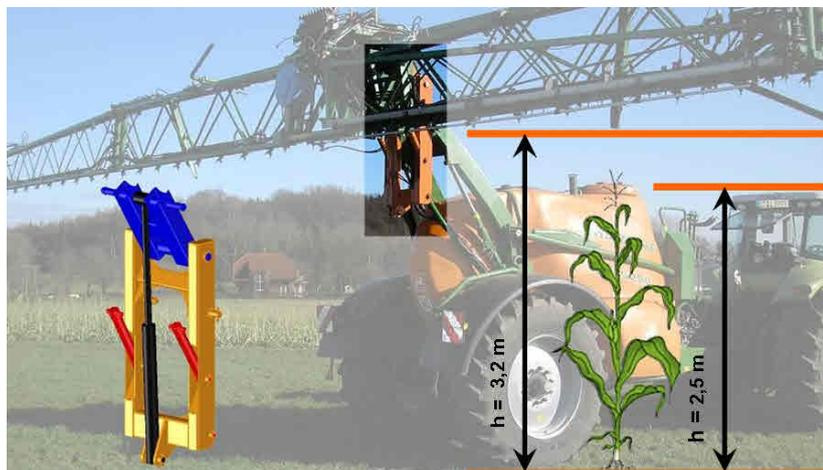

Fig. 119
- Rampe Super-S **Fig. 119/...**